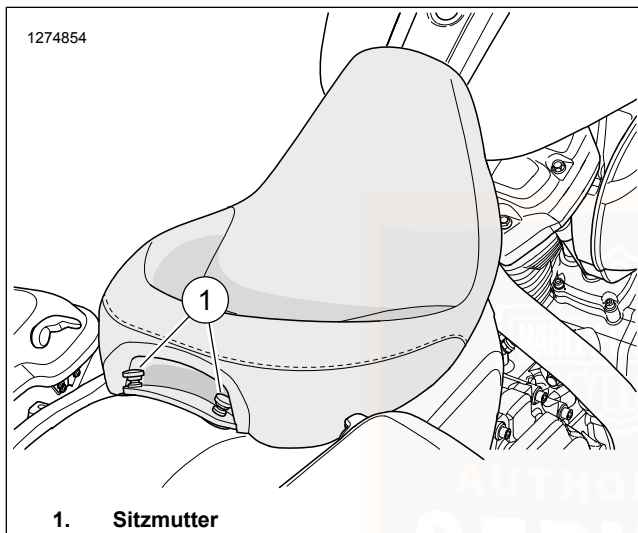
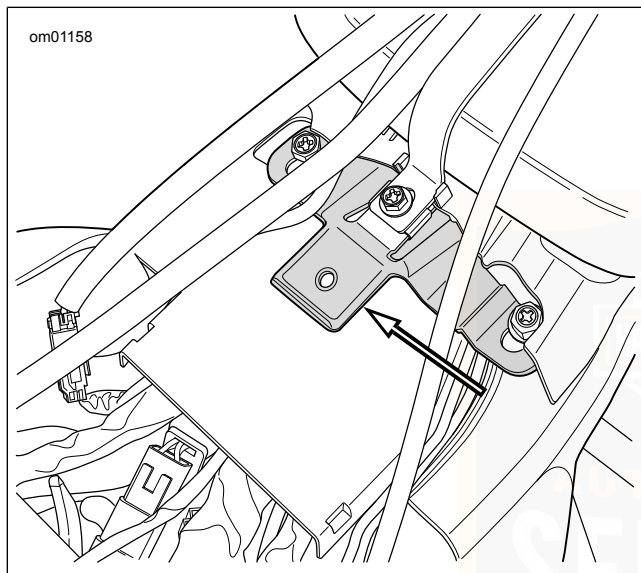
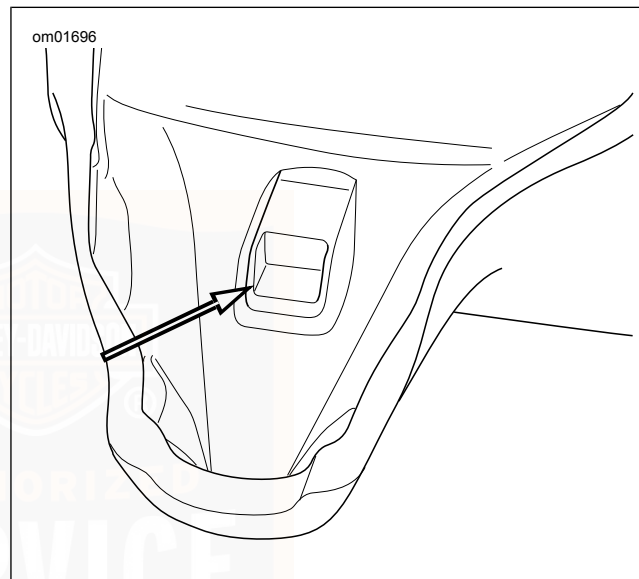

Abbildung 102. Solo-Sitz
Abbildung 104. Sitzunge
Abbildung 105. Sitzbefestigungsschlitz
1. Siehe Abbildung 102 >. Den Sitz ausbauen.
a. Die Befestigungsmuttern (1) ausbauen.
b. Siehe Abbildung 104 > und Abbildung 105 >. Den Sitz hinten anheben. Den Sitz nach hinten ziehen, um die Zunge aus dem Schlitz des Sitzes zu lösen.
6. Siehe Abbildung 104 > und Abbildung 105 >. Den Sitz hinten anheben. Den Sitz nach hinten ziehen, um die Zunge aus dem Schlitz des Sitzes zu lösen.
1. Siehe Abbildung 102 >. Den Sitz einbauen.
a. Siehe Abbildung 104 > und Abbildung 105 >. Den Schlitz des Sitzes an der Zunge hinter dem Tank ausrichten. Den Sitz nach vorn drücken, bis der Sitz einrastet.
b. Die Befestigungsmuttern (1) einbauen.
1. Siehe Abbildung 104 > und Abbildung 105 >. Den Schlitz des Sitzes an der Zunge hinter dem Tank ausrichten. Den Sitz nach vorn drücken, bis der Sitz einrastet.